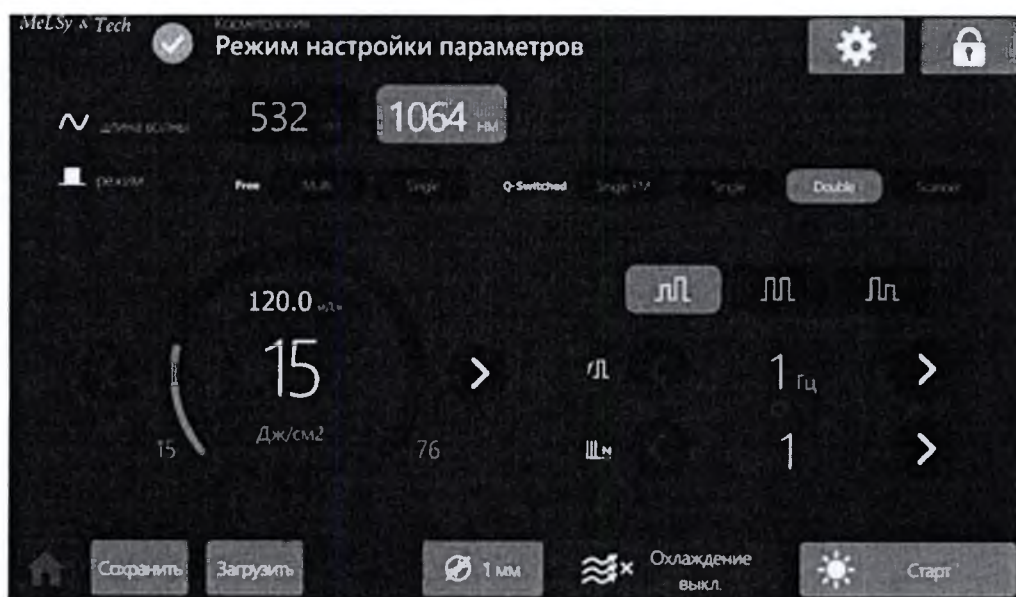

Рис. 5.12 – Основное меню программы при выборе типа лечения «Косметология»
5.8.1.2 После выбора типа лечения на экране появляются основное меню программы соответствующее поставленной задаче (в верхней части экрана горит значок ) (рис. 5.12).